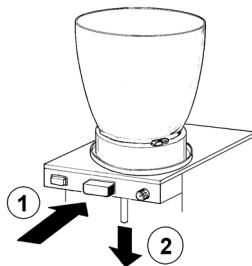

Bild 1
- 3 Betätigen Sie (1) die Taste des Hahns und entfernen Sie (2) das Gummiteil des Hahns aus seinem Sitz, indem Sie es nach unten ziehen (siehe Abbildung 1).